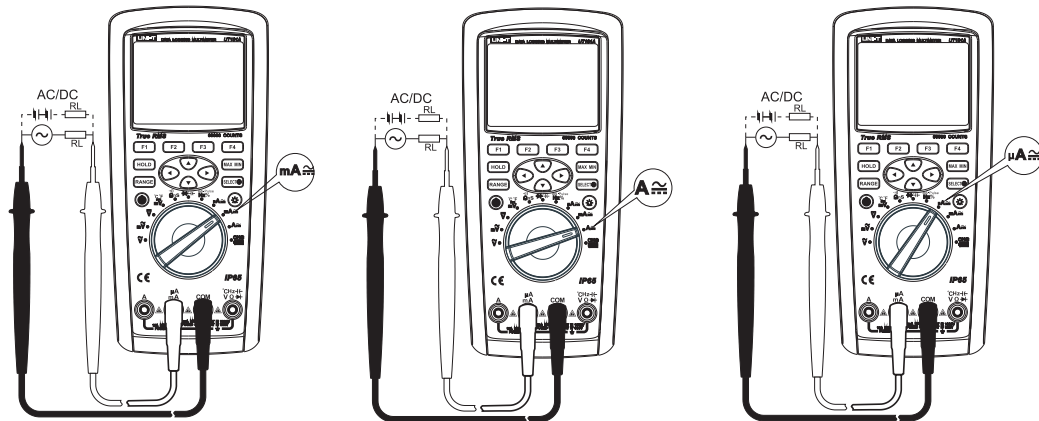

图7
- 2) 将仪表的旋钮开关转到图7，按SEECT键选择所需测量的交流或直流，将仪表表笔串联待测回路中。